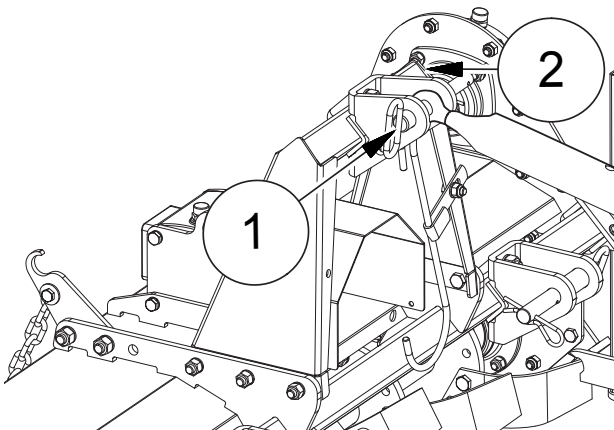

FIG. 14
- Approcher le tirant du relevage à l'attelage trois-points ("Fig. 14"). Régler le tirant de façon à ce que la machine reste positionnée à terre. Insérer l'axe d'attelage (1). Bloquer l'axe avec la goupille à déclic (2) fournie en équipement.